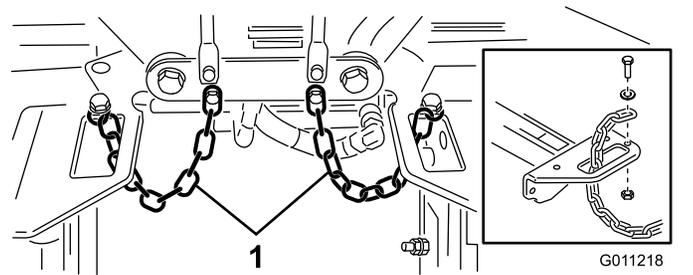

图22
4. 将翻斗链条向上穿过承载架端部的槽口。用螺栓、垫圈和锁紧螺母将翻斗链条固定到承载架的顶部图22。